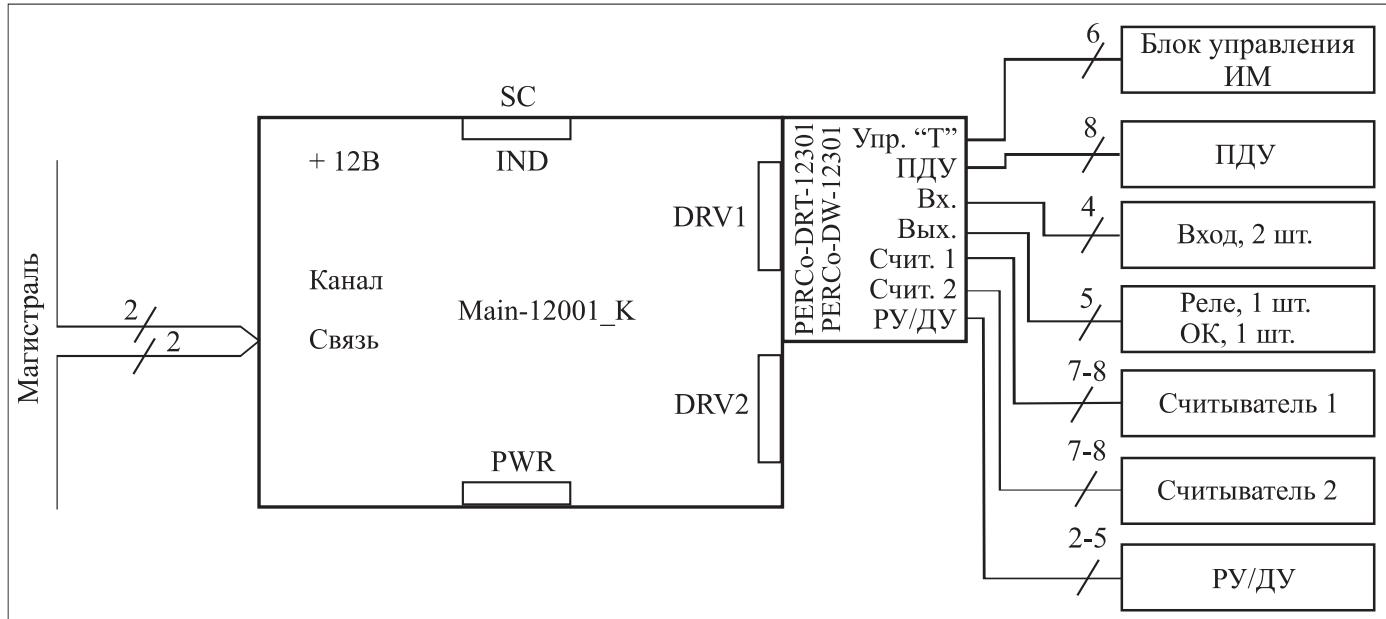

Рисунок 7 – Подключения к PERCo-DRT-12301
2.2.4.4 Драйвер турникета(только SC-12300Р) (см. Рисунок 7, Приложение В)
Стойка турникета (см. Рисунок 7, Приложение В)